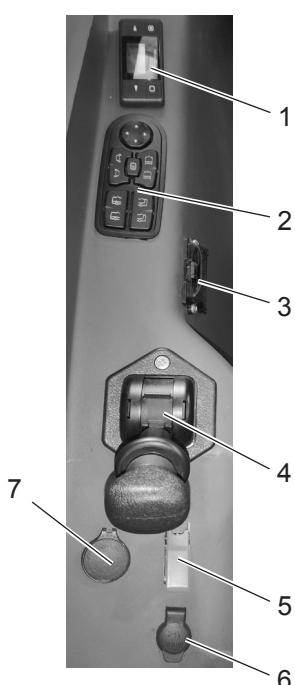

Рисунок 2.8
Дополнительная панель (рис. 2.8) установлена слева от водителя. На ней расположены следующие органы управления:
Рукоятка крана стояночного тормоза 4 (рис. 2.8) расположена слева от водителя на дополнительной панели. При крайнем переднем положении рукоятки стояночный тормоз выключен. Для его включения необходимо перевести рукоятку в заднее фиксированное положение, при этом на щитке приборов мигает контрольная лампа (P) включения стояночного тормоза.
Остановочный тормоз приводится в действие нажатием кнопки 2 (рис. 2.8) и выключается повторным нажатием этой же кнопки. При включенном остановочном тормозе загорается символ (H) включения остановочного тормоза. Применять остановочный тормоз рекомендуется при коротких остановках, так как он расходует значительно меньше воздуха, чем рабочие тормоза. Кроме того, использование на остановках остановочного тормоза (а не стояночного) продлевает срок службы пружинных энергоаккумуляторов.
В аварийном случае (при поломке дверей и т.п.) остановочный тормоз может быть отключен тумблером 8 (рис. 2.8), который расположен на дополнительной панели приборов за опломбированной блокирующей крышкой.